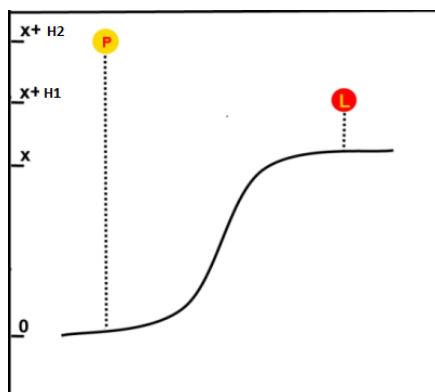

Рис. 72: Пример работы алгоритма составления маршрута посадки на плато
2. При посадке на плато, превышение точки **LANDING** будет задано $H1$ м, а превышение точки **PRELANDING** будет задано равным $x+H2$ м, где x – высота плато (программа использует данные из карты высот). Превышение точки **PRELANDING**, таким образом, будет более $H2$ метров, это верно рассчитанное значение. Посадка в таком режиме возможна, и сама по себе безопасна (рис. 72).